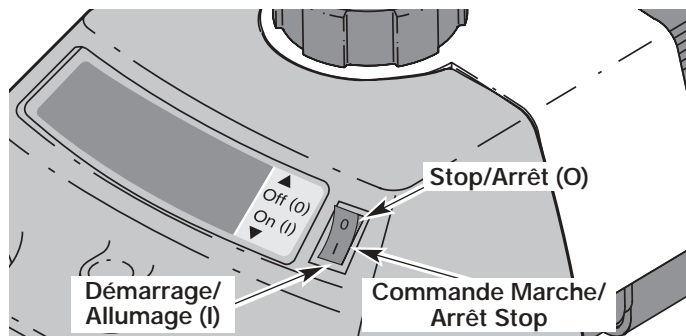
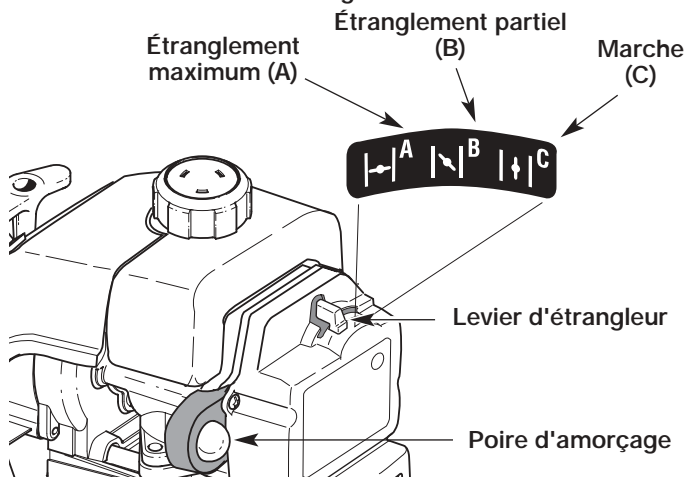
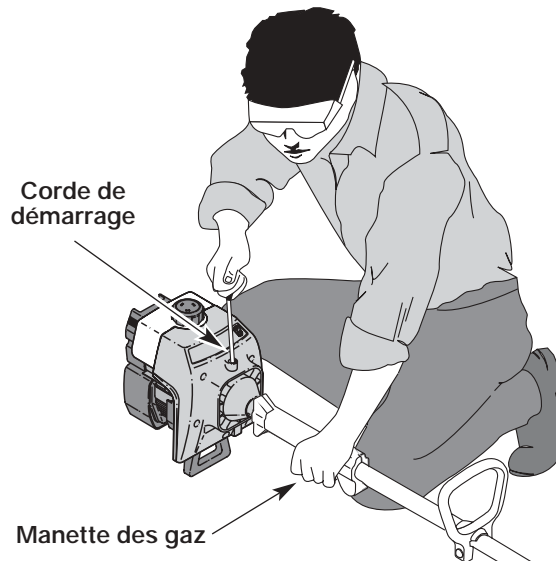

Fig. 6
Fig. 7
Fig. 8
**AVERTISSEMENT :** évitez tout démarrage accidentel. Tenez-vous en position de démarrage lorsque vous tirez sur la corde de démarrage (Fig. 8). L'opérateur et l'appareil doivent tous deux être en position stable pour éviter des blessures graves.
2. Mettez la commande Marche/Arrêt Stop en position **MARCHE (I)** (Fig. 6).
3. Enfoncez complètement la poire d'amorçage et relâchez-la lentement 10 fois de suite. Vous devriez voir du carburant dans la poire (Fig. 7). Si vous ne voyez rien, appuyez trois (3) fois de plus ou jusqu'à ce que le carburant apparaisse.
4. Mettez le levier d'étrangleur en position d'étranglement **MAXIMUM (A)** |—| (Fig. 7).
5. L'appareil étant prêt à démarrer (Fig. 8), appuyez sur la manette des gaz à pleins gaz et tirez brusquement sur la corde de démarrage 5 fois en position d'étranglement **MAXIMUM(A)** |—|. Si le moteur essaie de démarrer avant le cinquième tir, passez à l'étape 6.
**REMARQUE:** Le moteur ne peut fonctionner en position d'étranglement **MAXIMUM (A)** |—|.
6. Mettez le levier d'étrangleur en position d'étranglement **PARTIEL (B)** |↘| (Fig. 7).
7. Tirez brusquement sur la corde de démarrage 1 à 3 fois pour démarrer le moteur (Fig. 8).
**REMARQUE:** Si le moteur se noie durant le démarrage, placez le levier d'étrangleur en position **MARCHE (C)** |↑| (Fig. 7). Appuyez sur la manette des gaz. Tirez rapidement sur la corde de démarrage. Le moteur devrait démarrer après 3 à 8 coups.
9. Appuyez sur la manette des gaz de 5 à 10 secondes pour réchauffer le moteur. Mettez le levier d'étrangleur en position **MARCHE (C)** |↑| (Fig. 7).
**REMARQUE:** Il n'est pas nécessaire d'utiliser l'étrangleur pour démarrer un moteur chaud. Mettez la commande Marche/Arrêt Stop en position **MARCHE** (Fig. 6), puis démarrez en position d'étranglement **PARTIEL (B)** |↘| (Fig. 7). Après le démarrage, placez le levier d'étrangleur en position **MARCHE (C)** |↑| (Fig. 7).
1. Relâchez la manette des gaz (Fig. 8). Laissez le moteur se refroidir au ralenti.
2. Mettez la commande Marche/Arrêt Stop en position **ARRÊT (O)** (Fig. 6).